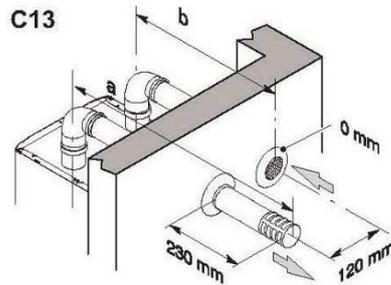

Рисунок 5.10
**Комплект раздвоенных воздухозаборных и дымоотводных трубопроводов  $\varnothing$  80 мм (Рисунок 5.9 - Рисунок 5.10) - (Рисунок 5.11)**